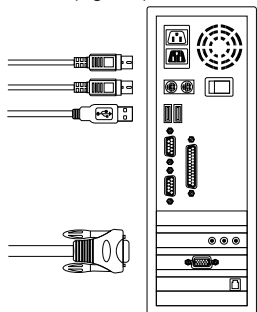

Figura 6. Panel Frontal KVM-440
- A. Conectar USB, PS/2 (Teclado/Mouse) y conector VGA a los computadores. Recomendamos a los usuarios conectar los computadores de la manera que se muestra a continuación (Figura 6)